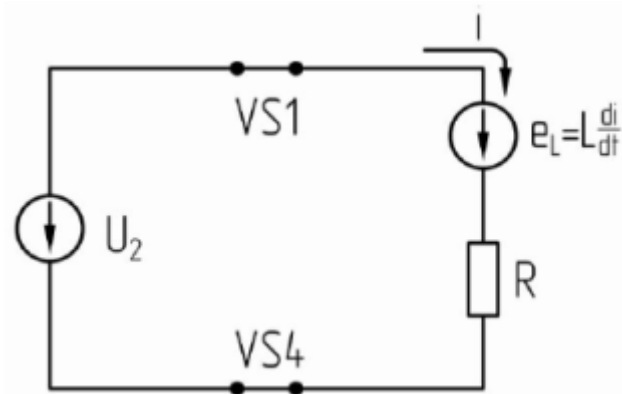

Рис. 12. Схема замещения выпрямителя при $\pi < \theta < \alpha + \lambda$
3. $\pi < \theta < \alpha + \lambda$. Схема замещения, соответствующая этому интервалу, приведена на рис. 12.